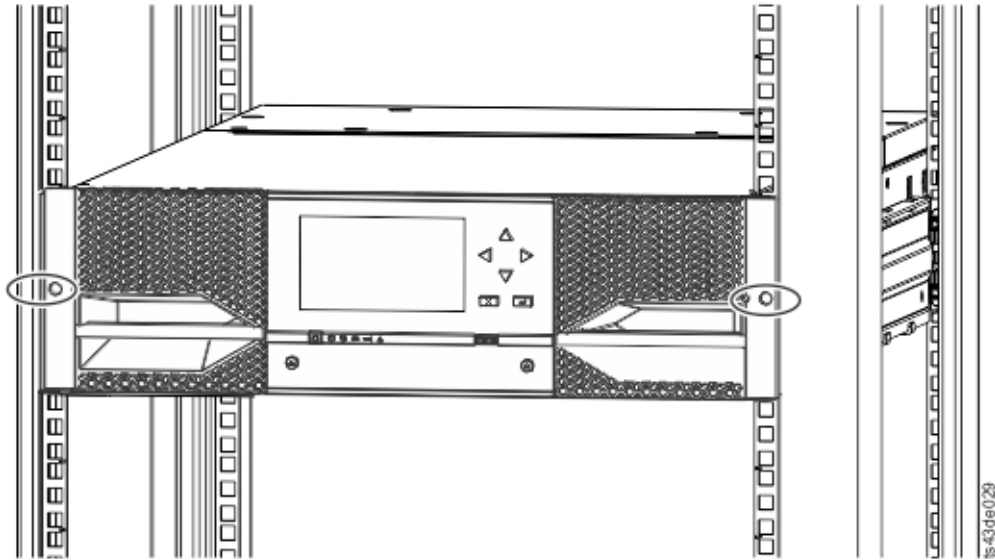

Abbildung 43. Speicherarchiv in Rack
5. Verwenden Sie einen Kreuzschlitz-Schraubendreher, um das Modul mit je einer Schraube an jeder Seite an der Vorderseite des Racks leicht anzuschrauben. Siehe mit einem Kreis versehene Bereiche in Abb. 43.